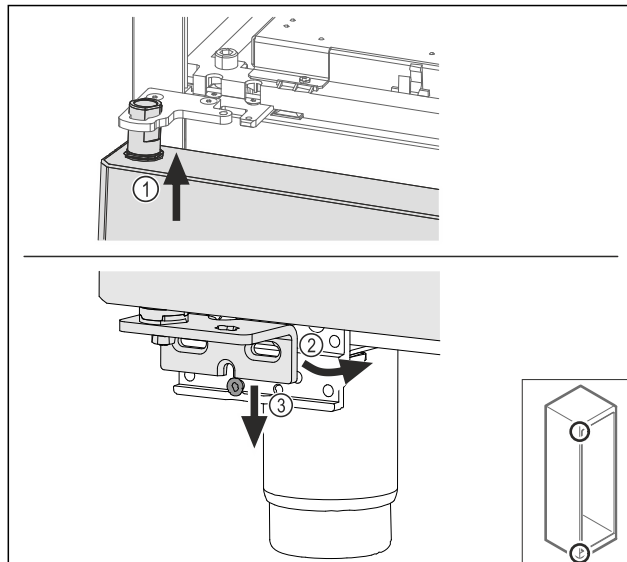

Fig. 68
- ▶ Nałożyć lekko przechylone drzwi Fig. 68 (1), ustawić drzwi prosto Fig. 68 (2) i założyć od dołu na śrubę płytki zawiasu Fig. 68 (3).